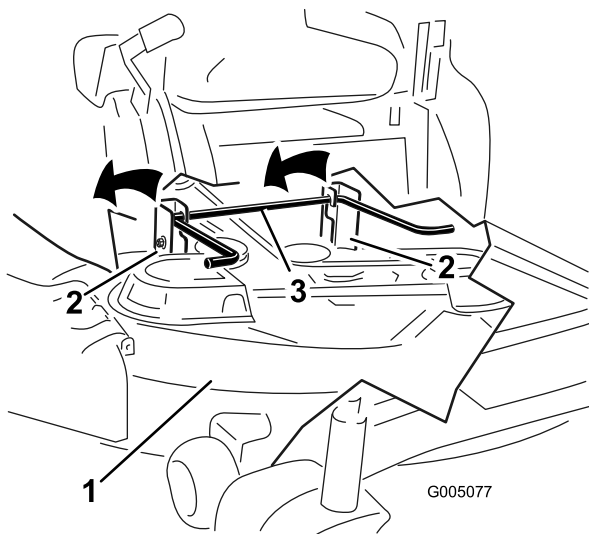

Figura 76
7. Eleve la carcasa de corte y desenganche la varilla de elevación trasera de las pletinas de suspensión, y baje el cortacésped con cuidado al suelo (Figura 76).